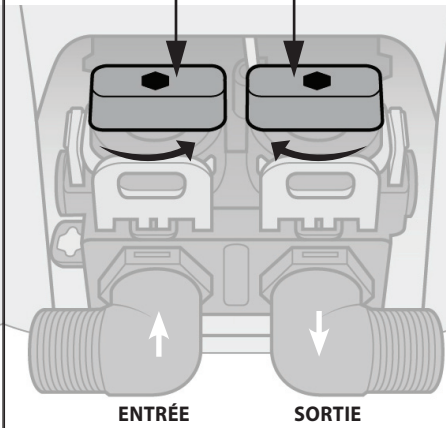

FIG. 3A
- Remarque :** Pour changer le raccord, retirez simplement les clips de verrouillage à la main (FIG. 3A) et retirez le raccord (FIG. 3B). Lubrifiez le joint torique du nouveau raccord et insérez-le fermement dans l'appareil. Réinstallez le clip de verrouillage.